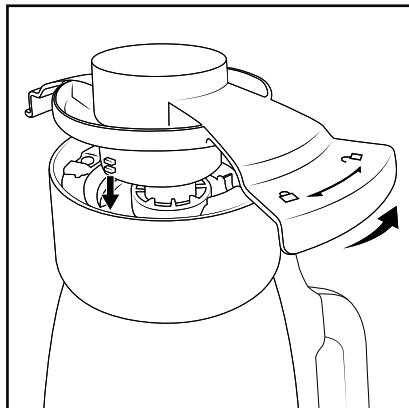

Fig. 4
- Ne pas toucher la lame ⑰ avec les mains nues.
- Démontez la lame ⑰ pour pouvoir nettoyer soigneusement le mixeur ⑯ :
- Retirez le couvercle du mixeur ⑯ du mixeur ⑯, si nécessaire, comme décrit au chapitre «Travailler avec le mixeur».
- Placez le mixeur ⑯ tête en bas.
- À l'aide du verrouillage du couvercle ⑯, retirez la lame ⑰. Placez pour cela le verrouillage du couvercle ⑯ dans les crans d'arrêt en dessous de la lame ⑰ et tournez dans le sens antihoraire jusqu'à ce que la lame ⑰ puisse être retirée (fig. 4).